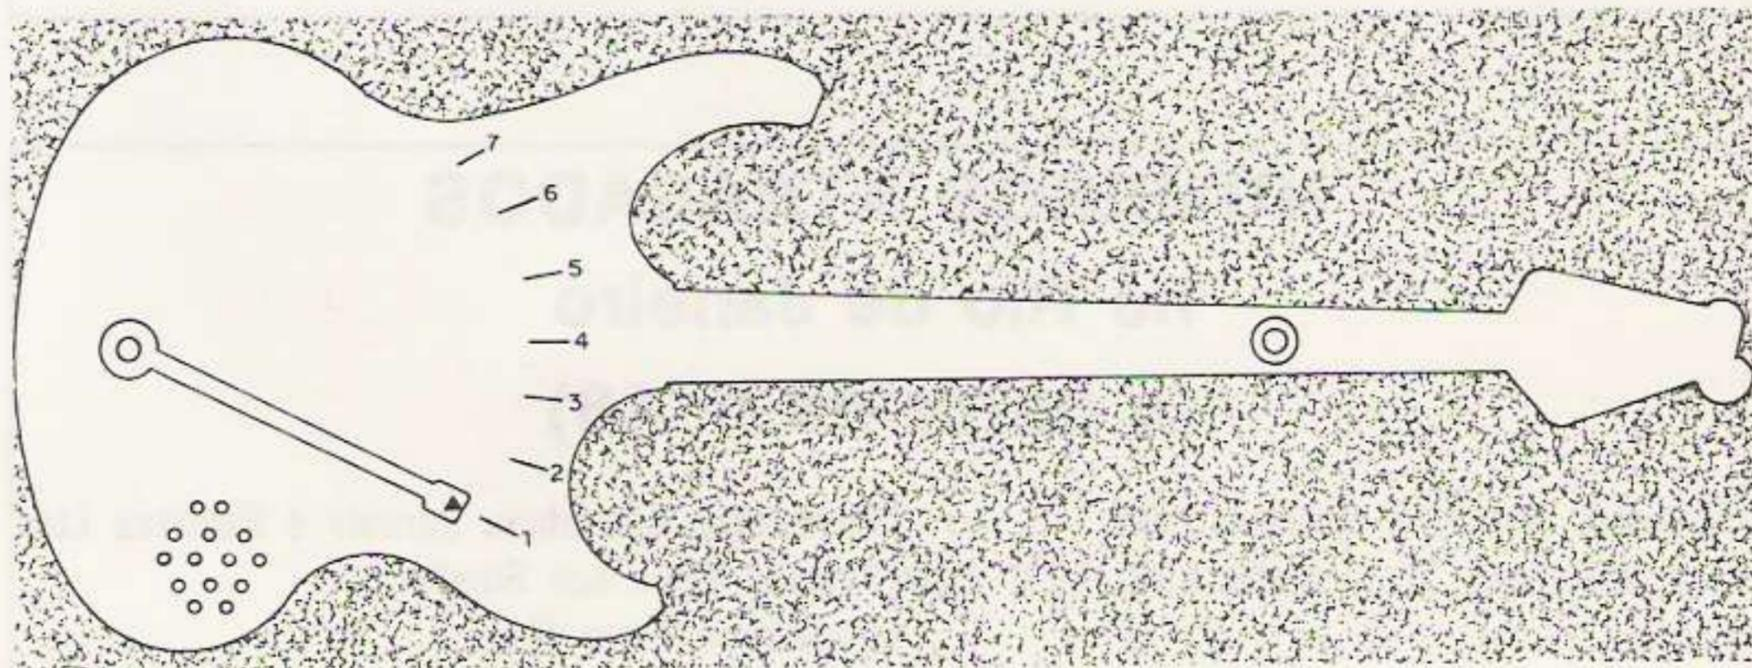

FIGURA 15
a) Coloque a haste toda para baixo conforme mostra a figura 15 e aperte o interruptor S.